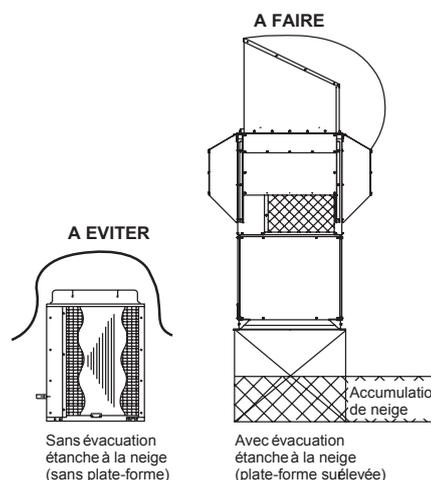

Fig. 4-10
- La plate-forme doit être surélevée par rapport à la hauteur de neige maximum. (Fig. 4-10)